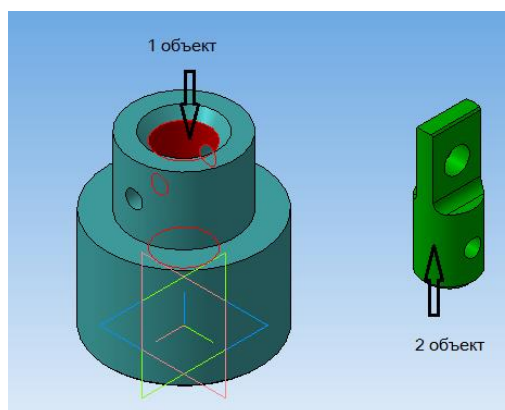

Рисунок 57.
5. В качестве первого объекта сопряжения укажите внутреннюю поверхность большого отверстия корпуса, второго объекта - вал (рисунок 57).